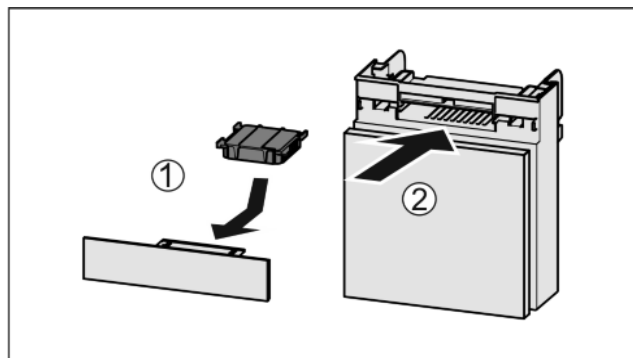

Fig. 65
- ▶ Filtr s aktivním uhlím vložte podle vyobrazení Fig. 65 (1).
- ▶ Zásuvku zasuňte Fig. 65 (2).